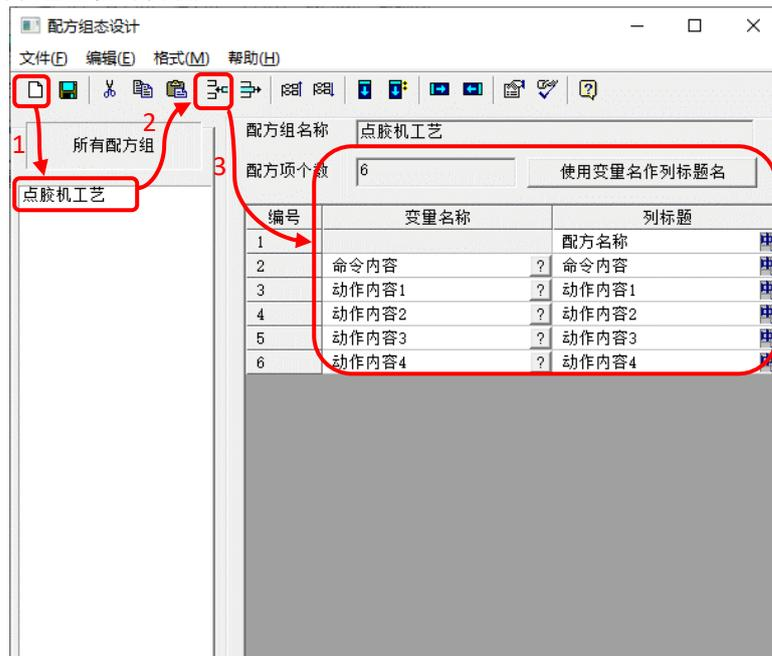

图 8.4-4 配方功能组态
③ 配方功能组态：如图 8.4-4，在配方组态设计页面新增配方组“点胶机工艺”，再新增配方项，并在新增的配方项中关联变量“命令内容”、“动作内容 1”、“动作内容 2”、“动作内容 3”、“动作内容 4”。配方组态完成，保存并关闭配方组态设计界面。